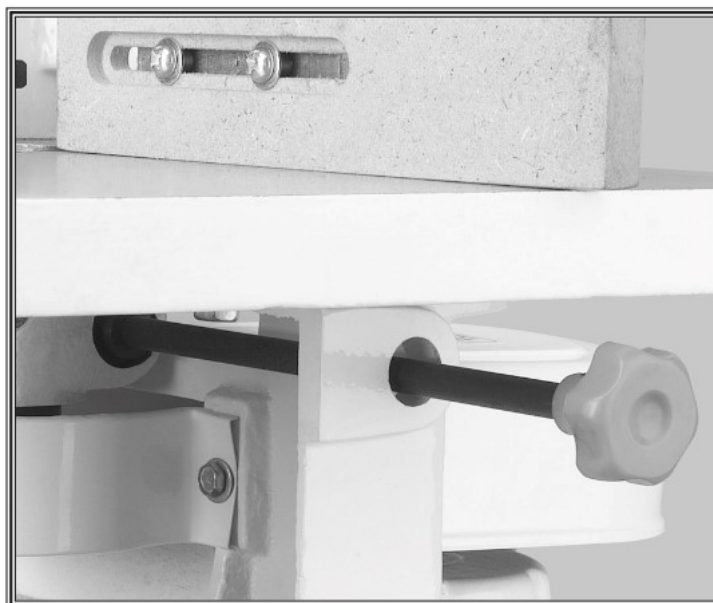

Рис. 10 Стопорная рукоятка шпинделя
1. Открутите стопорную рукоятку шпинделя, расположенную с боковой стороны станка, как показано на Рис. 10.